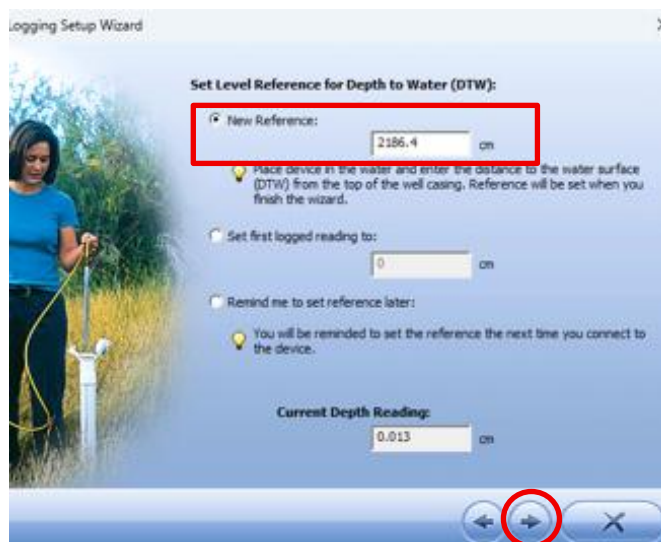

Figura 10: Ingreso de nivel de referencia.
- l) Realizamos la medición de nivel manual en el pozo con pozometro certificado y luego ingresamos nuestro nivel de referencia en cm en la casilla “New Reference”, importante **utilizar solo puntos y no comas** (Figura 10). Luego en siguiente.